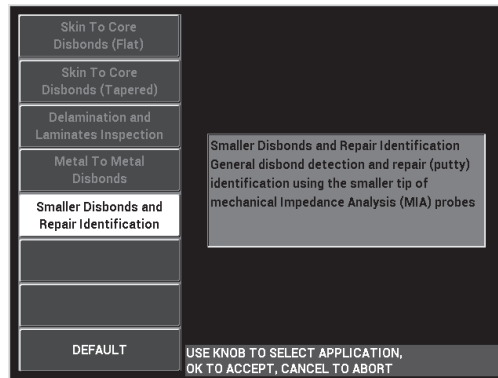

Figura 6-62 Applicazione Identificazione delle riparazioni e delle perdite di adesione di ridotte dimensioni
3. Selezionare l'applicazione **Identificazione delle riparazioni e delle perdite di adesione di ridotte dimensioni** ed in seguito premere  per confermare (vedere Figura 6-62 a pagina 185).